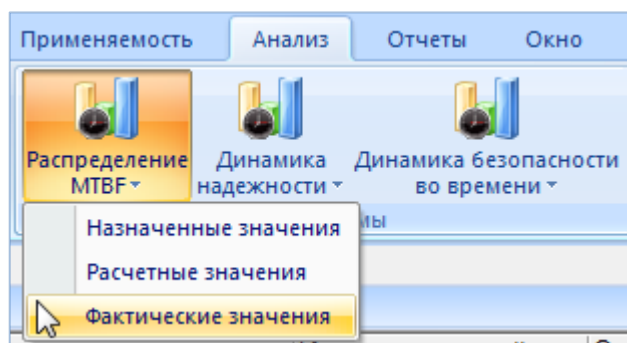

Рис. 13-554 – Выбор диаграммы
4) В отдельном рабочем окне отображается диаграмма по расчетной наработке на отказ по компонентам для выбранного типа изделия (3 на рис. 13-554). Краткое описание инструментов панели «Файл» для диаграмм приведено в пункте 5.4.7 «Панель «Диаграммы»», стр. 62.